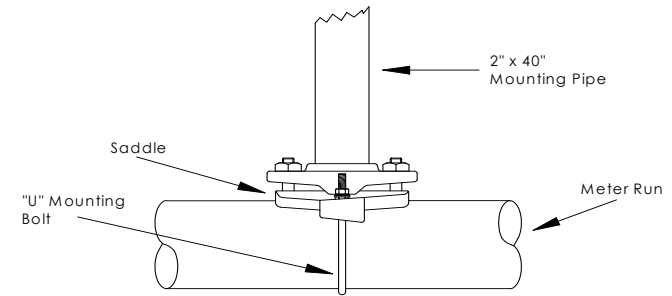

Figura 1 - Montagem do suporte
4. Instale os fixadores da unidade (suporte de tubos, montagem direta, tubo fixado no solo). Fixe os parafusos em U a um tubo de 50.8 mm (2") usando um spray de silicone ou uma fita de Teflon para evitar atrito (Veja a Figura 1).